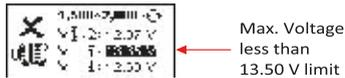

Fig. 48
11. Si bien voltios mínimos o máximos de carga no están dentro de los límites del rango de tensión, el resultado destacará como se muestra en los ejemplos a continuación (Fig.48 y 49) y se le pedirá al usuario comprobar el sistema de alternador para el fallo.